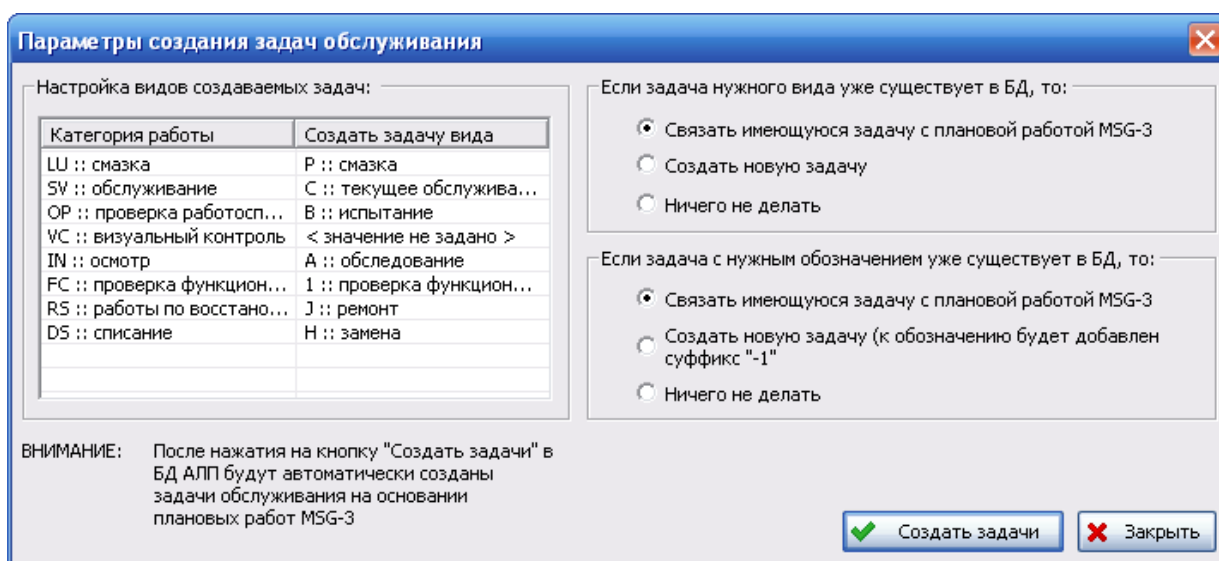

Рис. 2-70
2. В появившемся окне **Параметры создания задач обслуживания** настройте параметры создания задач обслуживания (рис. 2-70).